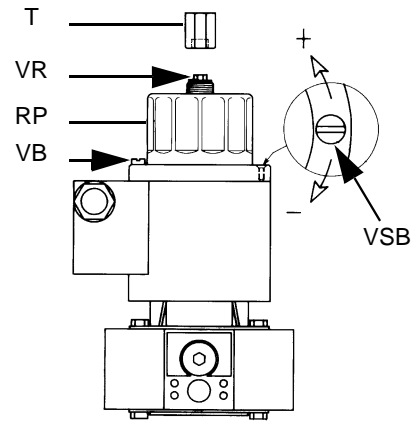

Fig. 21
- Para regular el caudal del gas aflojar el tornillo VB (Fig. 21) y girar el regulador RP según requerimiento. Atornillando el caudal disminuye, destornillando aumenta.